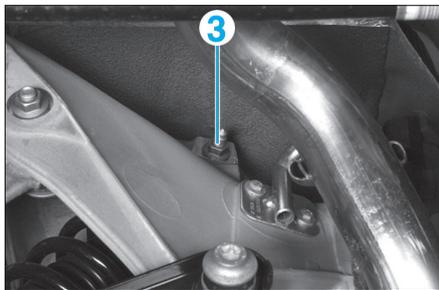

Fig. 41
- la fixation supérieure (3) pour l'amortisseur gauche (Fig.41),